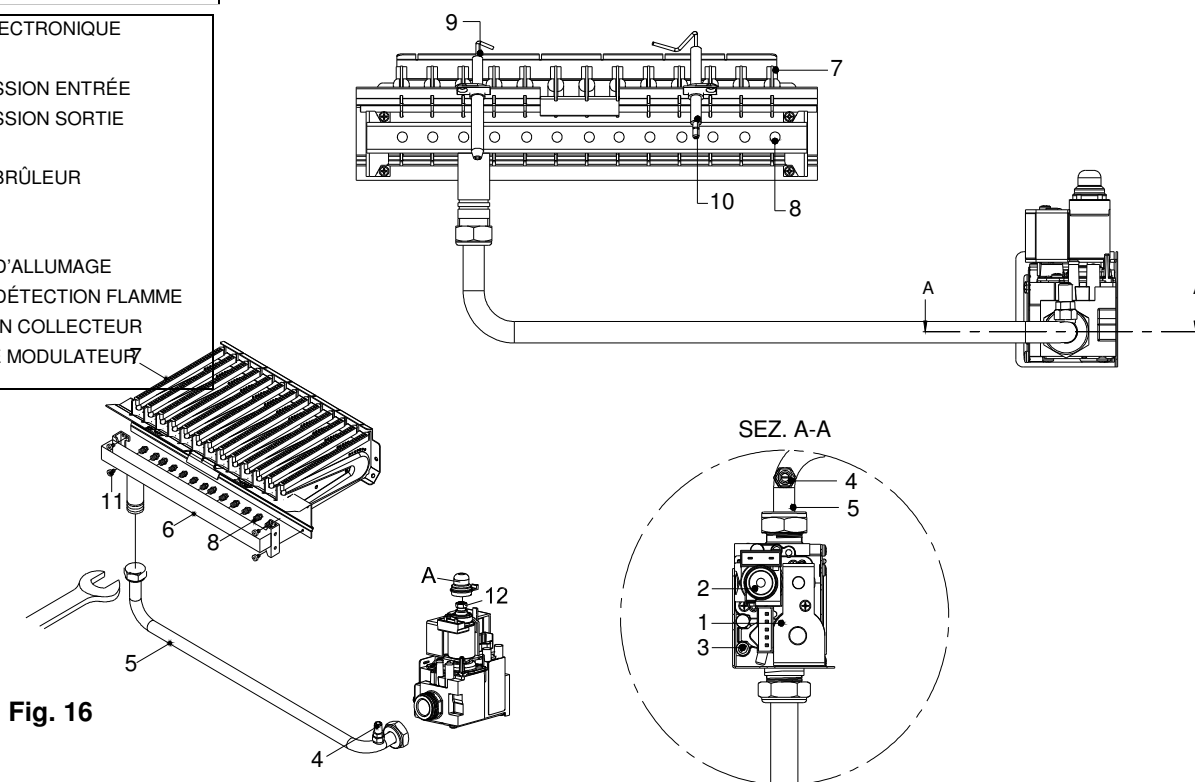

Fig. 16
Pour effectuer la transformation, agir de la façon suivante (voir fig. 16) :
8. en cas de transformation MÉTHANE – GPL, enlever le bouchon A du modulateur (fig. 16) et visser à fond l'écrou « 12 » à l'aide d'une clé ouverte de 10 ; mesurer la pression d'entrée de la vanne en introduisant un manomètre dans la prise de pression d'entrée « 3 » avec le brûleur allumé, puis régler le réducteur de pression de réseau selon le « Tableau des données relatives au gaz » 5.5 (Pression nominale d'alimentation). en cas de mélange de gaz G30 – G31, régler l'entrée à la pression du G31. Pour régler la pression minimale mécanique, voir le chapitre 5.3 « Réglage de la vanne du gaz » ;